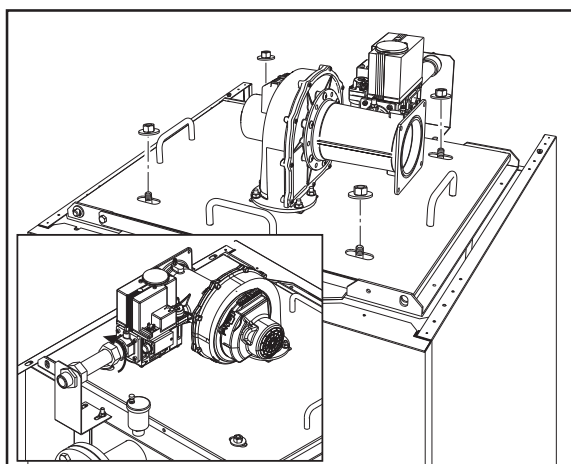

fig. 43
3. Retirer les 4 écrous et rondelles (fig. 43).
4. Dévisser la connexion gaz (fenêtre de fig. 43).
Serrer soigneusement les 4 écrous (fig. 43).